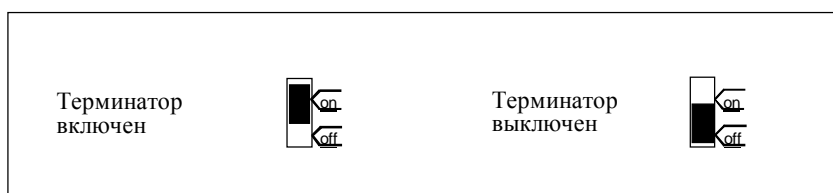

Рис. 7-11. Шинный штекер (6ES7 ...): терминатор включен/выключен
3. Если шинный штекер, заказной № 6ES7 972-0B.20-0XA0, находится в начале или в конце сегмента, Вы должны включить терминатор (см. рис. 7-11).